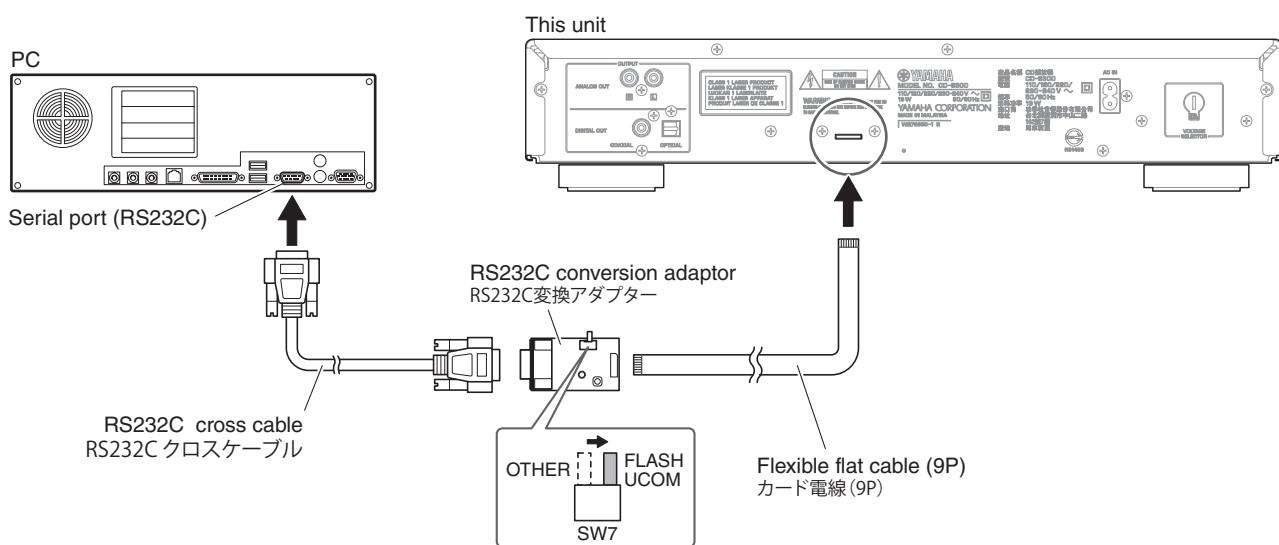

Fig. 1
1. Set the switch (SW7) of RS232C conversion adaptor to the "FLASH UCOM" position. (Fig. 1)
2. Connect the writing port (CB902 of OPERATION P.C.B.) located on the rear panel of this unit to the serial port (RS232C) of the PC with RS232C cross cable, RS232C conversion adaptor and flexible flat cable as shown below. (Fig. 1)
1. RS232C 変換アダプターのスイッチ (SW7) "FLASH UCOM" 側に設定します。 (Fig. 1)
2. 本機の書き込み用ポート (OPERATION P.C.B. の CB902) と PC のシリアルポート (RS232C) を下記のように接続します。 (Fig. 1)